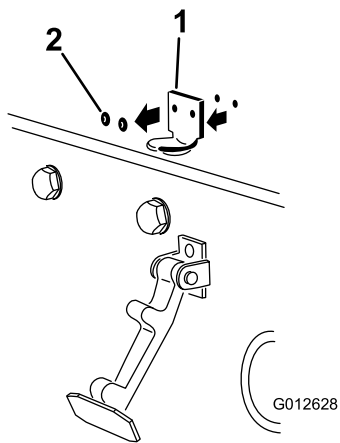

図 5
2. フードラッチブラケットをフードに固定しているリベット2本を外す 図 5。
注 ロックブラケットをフードに当てて取り付ける 図 5。